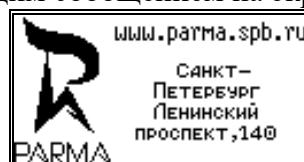

Рисунок 3
6.3.5 Включить питание пульта ДУ, нажав кнопку . Сразу после включения на экране пульта ДУ отображается заставка с логотипом Компании, как показано на рисунке 3, далее осуществляется процедура инициализации памяти и модуля Bluetooth, сопровождаемая соответствующим сообщением на экране пульта ДУ, рисунок 3а
Рисунок 3а